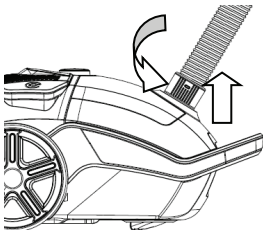

Fig. 2
Gire el extremo del cierre de bayoneta de la manguera de succión (16) en sentido antihorario para desbloquear el cierre de la bayoneta. Tire y saque el cierre de bayoneta de la manguera de succión (16) del receptáculo de la manguera de succión (4) (Fig 2).